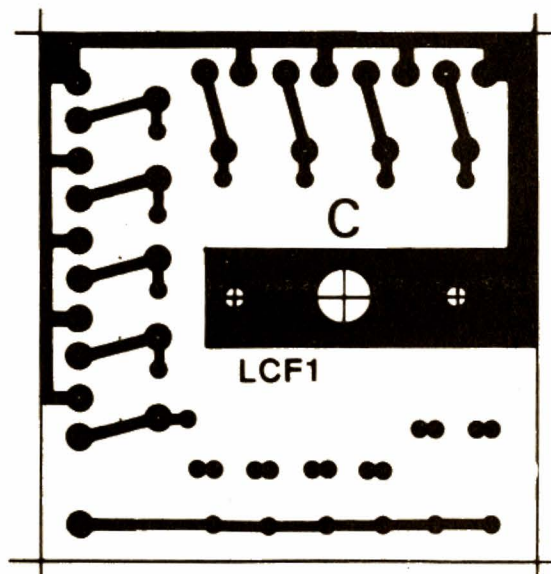

Fig. 8. - Circuit imprimé C.
c) Le Cl.C (figure 8). Il est monté sur le commutateur de gammes et porte les résistances ajustables  $R_i$  et les condensateurs  $C_i$ .